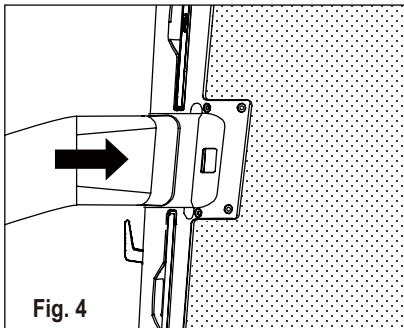

Fig. 4
2. Skjut in adaptern A i hålet på enheten som visas på fig. 4.